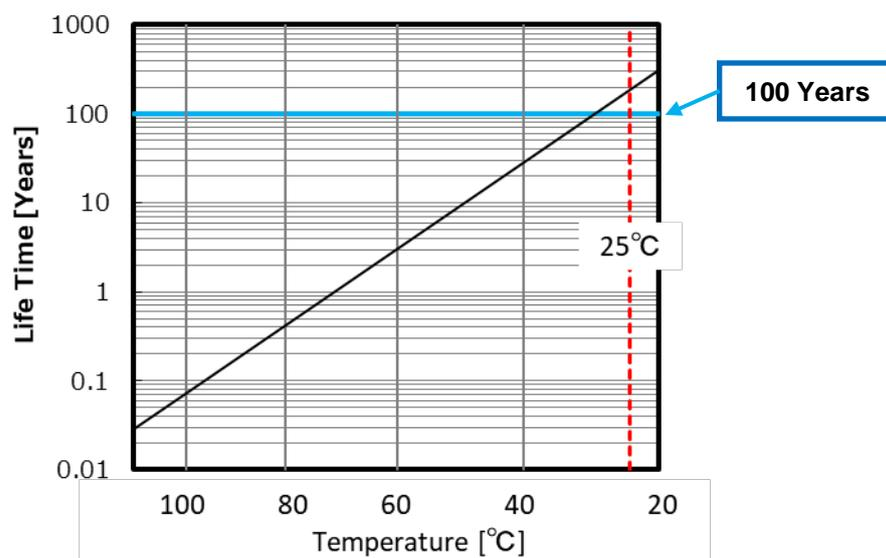

図 11 AD ディスクの長期保存信頼性
3.3 章でも述べましたが、AD ディスクで採用している記録層は、耐酸化性、耐腐食性が非常に高く、高い信頼性を確保できています。また、レーザーによるマークの形成は、本記録材料の構造（形状）変化で実現されるので、記録された信号には高い保存信頼性があります。記録データのアーカイバル保存特性として、図 11 に加速試験結果から ISO/IEC16963 を参考にして求めた推定寿命の温度依存性のグラフを示します。